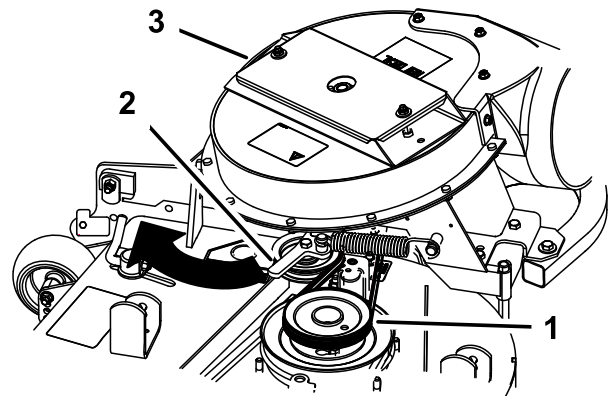

Figure 17
5. Tirez la poulie de tension rappelée par ressort vers l'arrière et chaussez la courroie sur la poulie du tablier de coupe (Figure 17).
Remarque: Assurez-vous que la courroie est correctement chaussez sur les poulies de ventilateur (Figure 17).